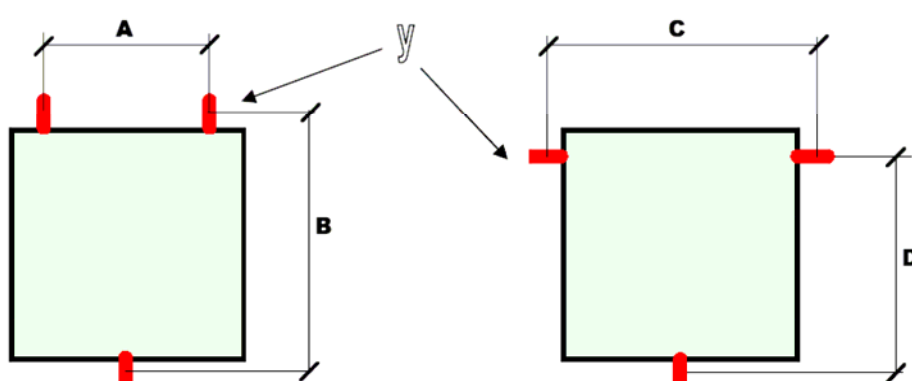

рисунок 1: АВР с 3-мя фиксирующими пластинами
- АВР, предназначенные для настенного монтажа: поставляются с пластинами для крепления на стену (рис. 1).
В табл. 1 приведены установочные размеры для настенного исполнения АВР (см. рис.1 и рис. 1а). Эти расстояния имеют отношение к положению установочных пластин (У) и к габаритным размерам АВР (высота x ширина x глубина).